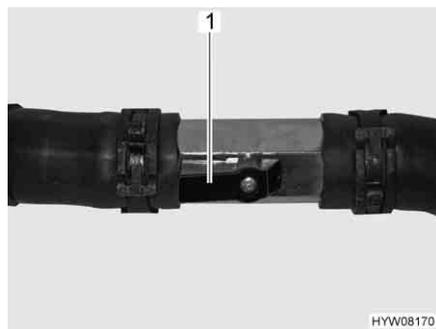

Fig. 186 Llave de paso abierta
- Poner la palanca (Fig. 186,1) en la posición paralela a la tubería (Fig. 186). Cuanto más se abra la llave de paso tanto más alta será la potencia calorífica.